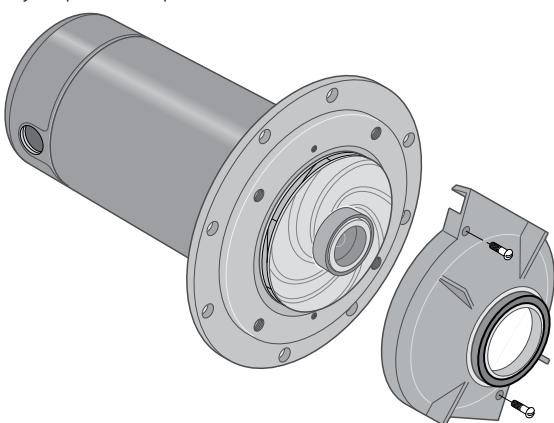

Figura 15: Retiro del difusor
3. Retire el difusor (Figura 15). El impulsor queda al descubierto y se puede limpiar.